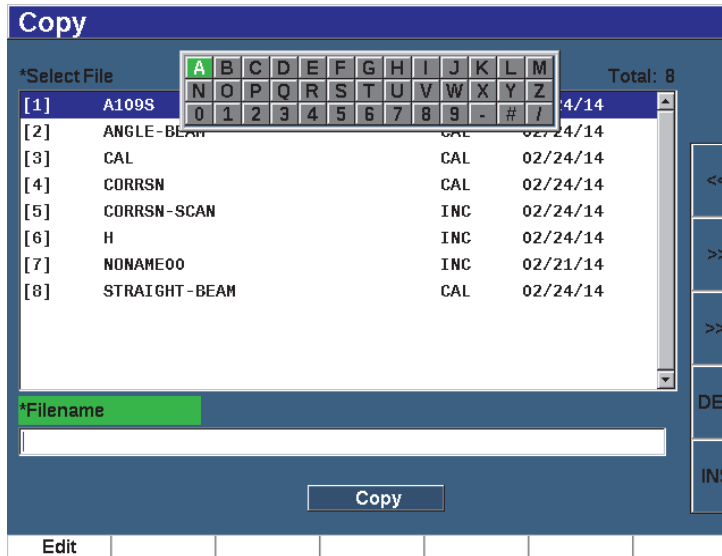

Figura 10-23 Página Copy
1. Seleccione **Manage > Copy** (grupo 5/5) para visualizar la página copiar (vea la Figura 10-23 en la página 252).